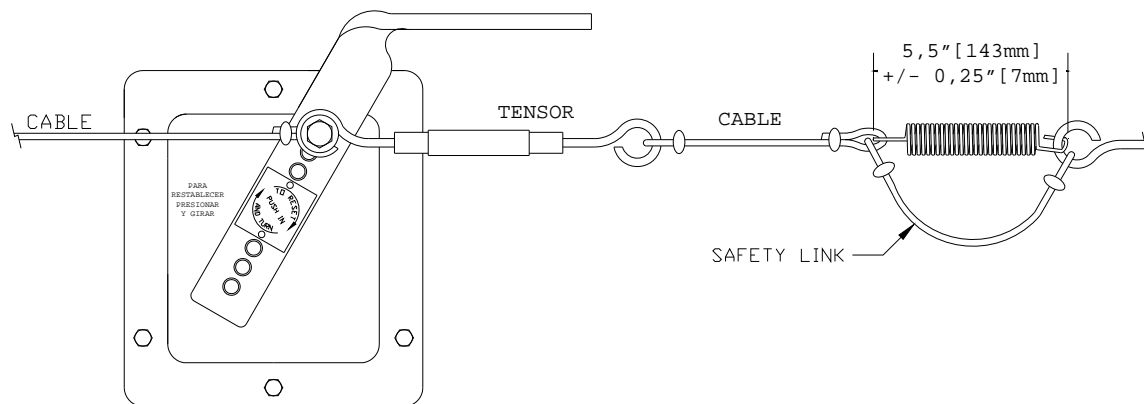

Figura 5: Detalle del tensor
6. Sujete un extremo del cable y el tensor de tornillo con un perno, dos (2) tuercas, dos (2) arandelas y una tuerca de seguridad al orificio superior o inferior del brazo indicador (consulte la figura 5). Ambos cables con tensor de tornillo deben estar sujetos al mismo agujero del brazo indicador.